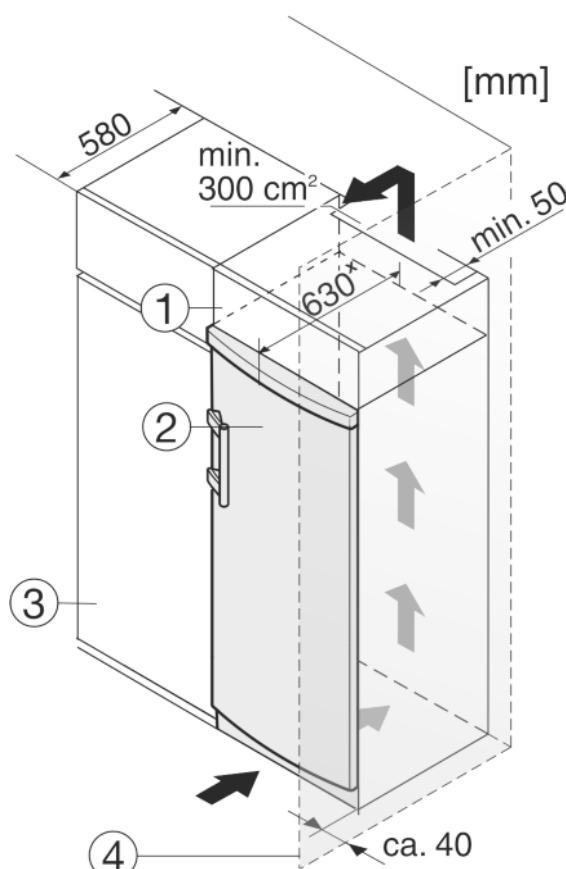

Fig. 10
Устройство может быть окружено предметами кухонной обстановки. Чтобы уравнять устройство Fig. 10 (2) по высоте с кухонной стенкой, можно установить над устройством соответствующий дополнительный шкафчик Fig. 10 (1).
При комбинировании с кухонными шкафами (глубина макс. 580 мм) устройство можно установить непосредственно рядом с кухонным шкафом Fig. 10 (3). Устройство выступает сбоку на 34 мм* и по центру на 50 мм* относительно передней стенки кухонного шкафа.
Если устройство установлено на шарнирах у стены *Fig. 10 (4)*, то расстояние между устройством и стеной должно быть не менее 40 мм. Настолько выступает ручка при открытой дверце.